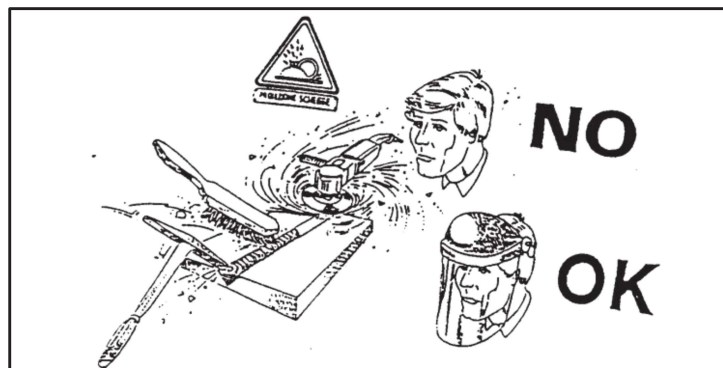

Рис. 5
- При осуществлении шлифовки, щетковании, ковке и т.д. свариваемых деталей всегда надевайте защитные очки с прозрачными линзами, чтобы избежать осколков и других посторонних частиц, которые могут повредить глаза (рис. 5).